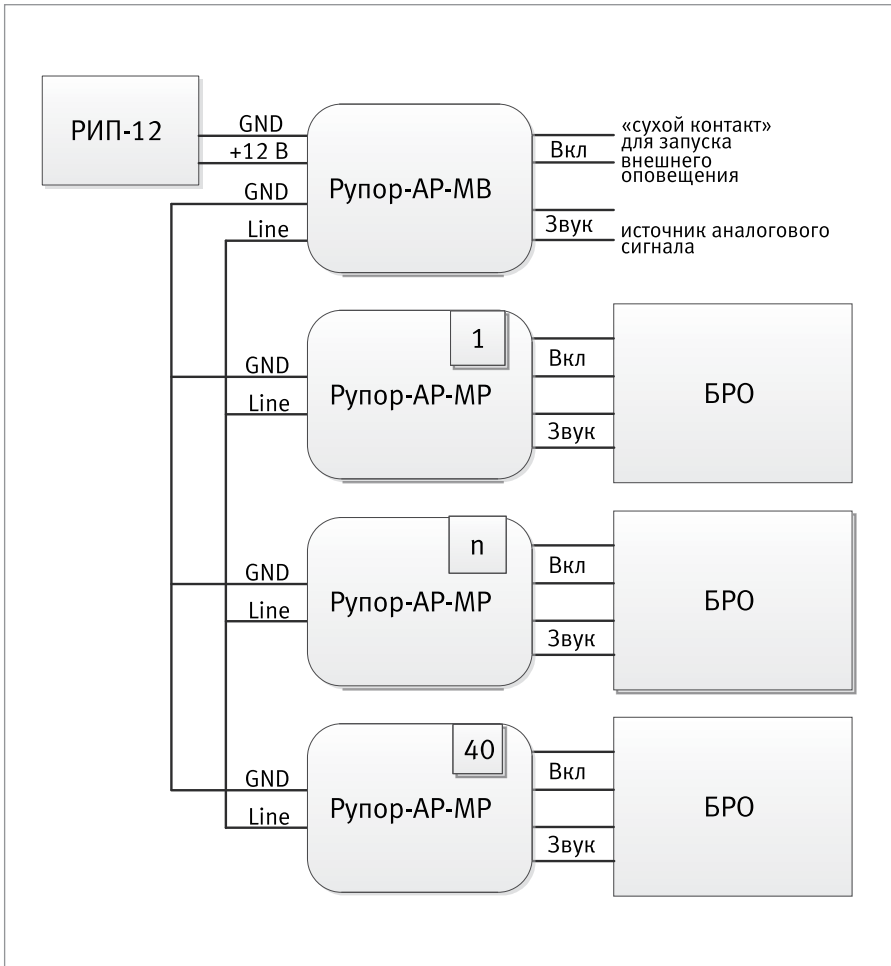

Рисунок 10.
2. Схема внешних соединений приведена на Рисунок 10.